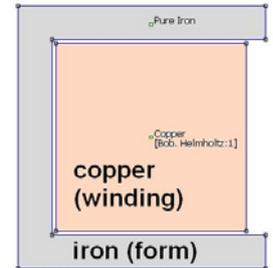
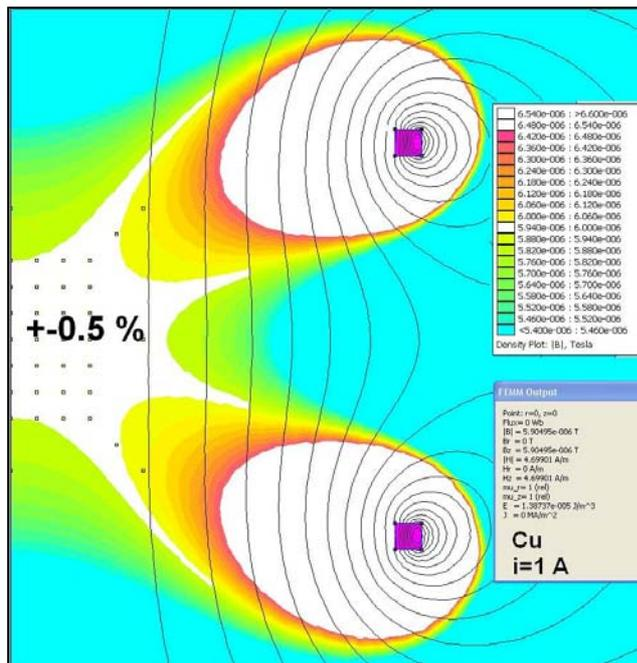
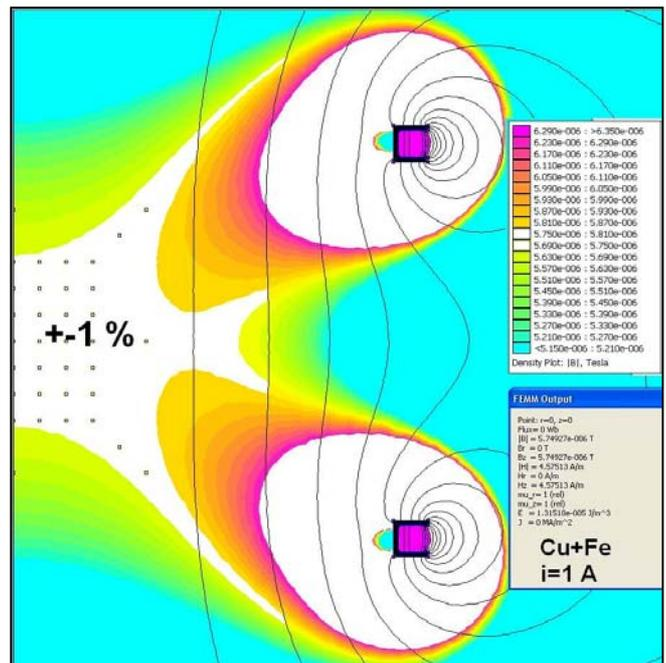

Fig. 1: Cobre + forma.
Fig. 2: Bobinas de cobre sin formas
Fig. 3: Con formas de hierro.
El propósito es comparar los resultados con dos materiales muy distintos magnéticamente, cobre y hierro, con una altísima razón de  $10^{10}$  (!) entre susceptibilidades, con el fin de extraer conclusiones para el caso cobre/aluminio de nuestro interés. La sección del bobinado y de la forma se ven en Fig. 1. La sección del cobre es de 10x10 mm, mientras que el perfil es de 14x13x1,8 mm, geometría muy similar a las bobinas *Ferronato\** BH300 y BH600. El cobre está aislado de la forma.
En la Fig. 2 se ve el campo de las vueltas de cobre, mientras que la Fig. 3 incluye la forma de hierro. Cada imagen muestra la mitad del plano central del par de Helmholtz. El eje magnético (z) es vertical. La zona blanca en el centro muestra el volumen con homogeneidad dentro  $\pm 0,5$  y  $\pm 1$  % respectivamente.
- Las formas de hierro tienen un efecto pequeño en la intensidad de campo en el centro:  $5,91 \times 10^{-6}$  T en Fig. 1 contra  $5,75 \times 10^{-6}$  T en Fig. 2. El campo es un poco mas bajo con las formas de hierro.